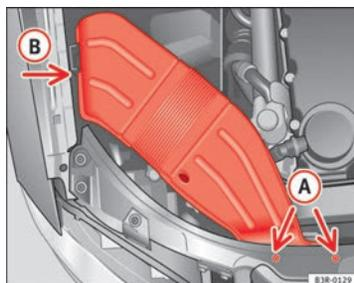

Fig. 204 Conducción de ventilación en el lado derecho del vehículo
- Desenrosque los tornillos **A** ⇒ fig. 204.